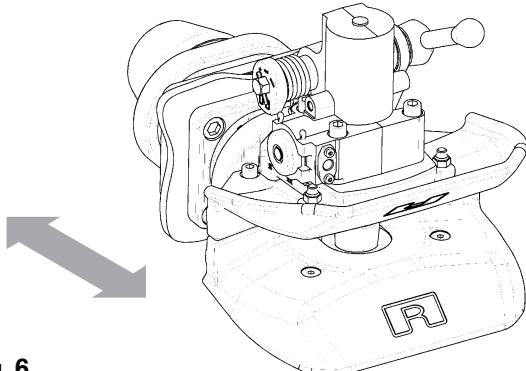

Fig. 6
- Muovere energicamente, con due mani – una sulla torretta, l'altra sulla parte sottostante – (v. fig. 6), per verificare che non vi sia **gioco assiale**.